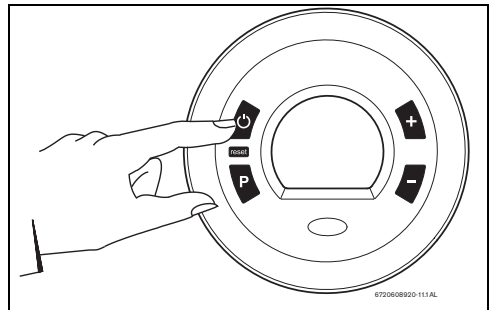

Fig. 12 Conectar/desconectar el aparato
- ▶ Pulse el interruptor principal ON/OFF (Fig. 12).
- ▶ Pulse nuevamente el interruptor principal ON/OFF (Fig. 12).
Al pulsar el interruptor principal hacia la posición de funcionamiento (Fig. 12), el aparato está listo para funcionar.